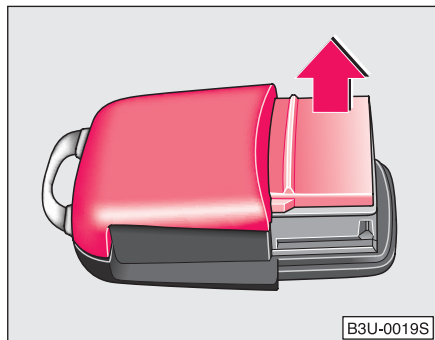

Fig. 20 Suportul pentru baterie al cheii
- Scoateți capacul telecomenzii în direcția săgeții ⇒ Fig. 20.